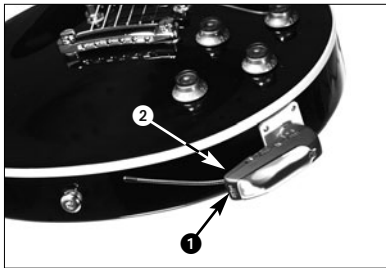

Fig. 5: Estabilizar o emissor no instrumento.
1. Desenrosque o plugue jack (1) do emissor (2).
2. Rosque o plugue adaptador (3) no plugue ros-cado (4) do emissor (1).
4.4 Estabilizar o emissor (veja fig. 5)